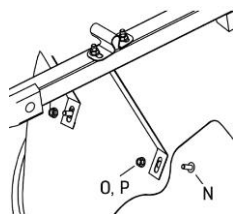

fig. 8
16. Utilisez les boulons de 8 x 20 mm (N) et les rondelles-frein et écrous pour fixer les dessus des supports de cuve à la cuve (fig. 8).